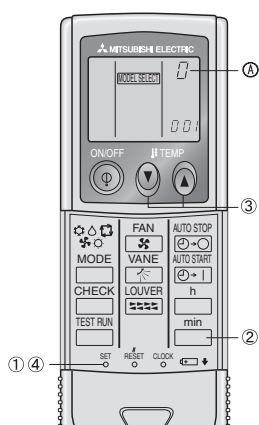

Fig. 6-8
5) Attribuer une télécommande à chaque appareil (Fig. 6-8)
6) Programmation des numéros de paires de la télécommande sans fil (Fig. 6-8)